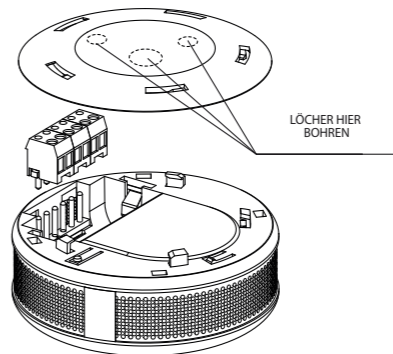

Abbildung 2 – Anschließen des Adapters für konstante Spannungsversorgung oder des Alarm Hubs.
- 3) Schließen Sie den Adapter zur konstanten Spannungsversorgung an (siehe Abbildung 2).